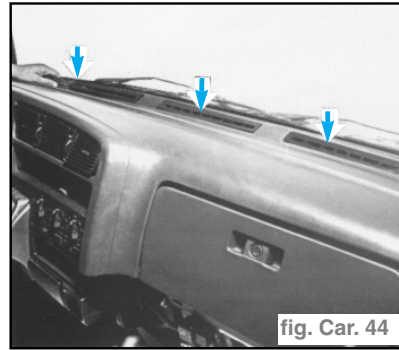

fig. Car. 44
- Déposer les aérateurs, en agissant comme indiqué. (fig. Car. 44)